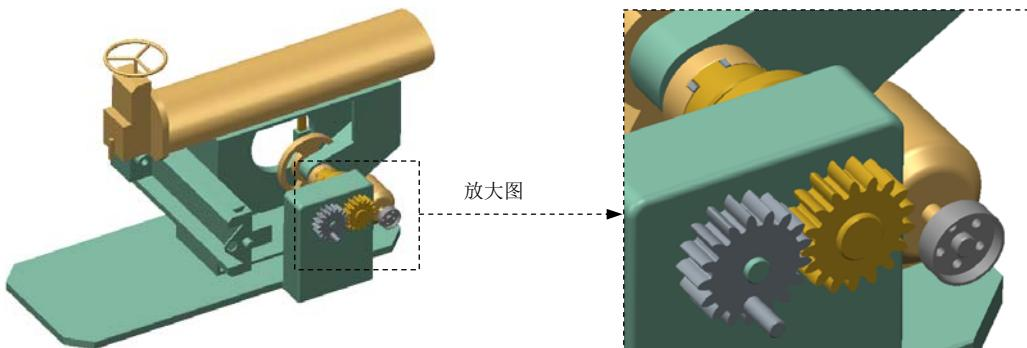

图9.6.56 完成连接的创建
(6) 单击操控板中的**√**按钮，完成连接的创建，如图9.6.56所示。